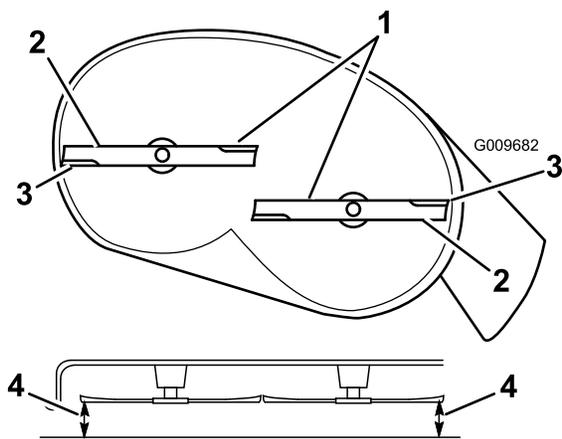
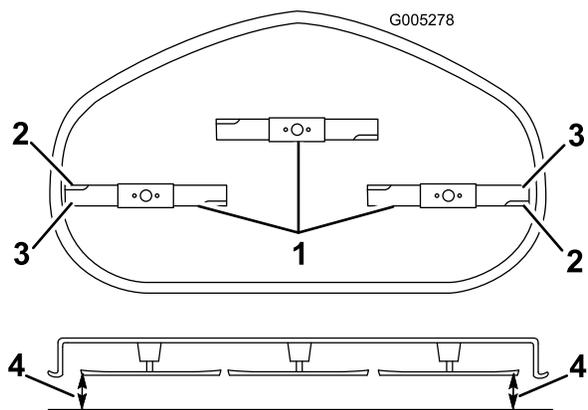

Bild 62
Bild 63
- Drehen Sie die Messer vorsichtig, sodass sie alle seitlich gestellt sind (Bild 62 und Bild 63).
5. Messen Sie den Abstand zwischen den äußeren Schnittkanten und der ebenen Oberfläche (Bild 62 und Bild 63).